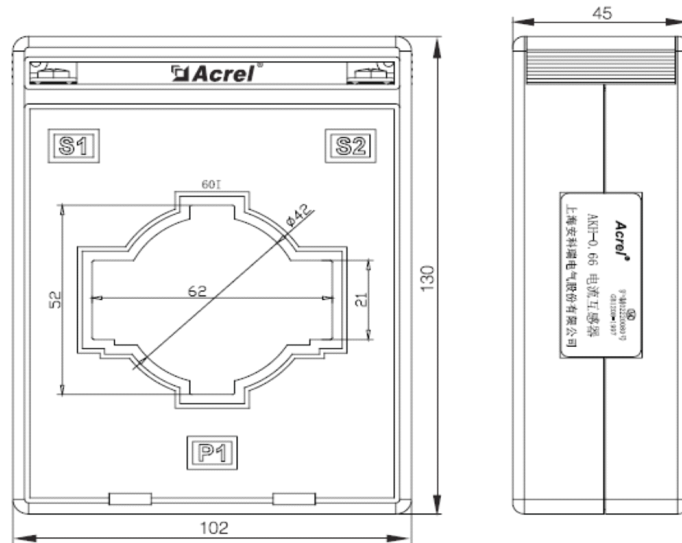

图 8 800A 规格电流互感器外形尺寸
5.4.3 800A 规格电流互感器外形尺寸如图 8 所示（单位：mm）：